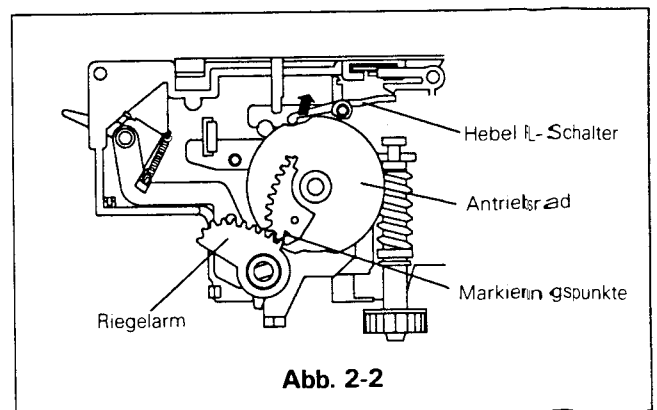

Abb. 2-2
- Den Hebel für den FL Schalter im Uhrzeigersinn vom Antriebsrad lösen und Riegelarm und Antriebsrad entfernen. (Siehe Abb. 2-2)
- Das Antriebsrad auf die Achse aufsetzen. (Siehe Abb. 2-2)
- Den Riegelarm so aufsetzen, daß die Markierungspunkte am Antriebsrad und am Riegelarm übereinstimmen. (Siehe Abb. 2-2)